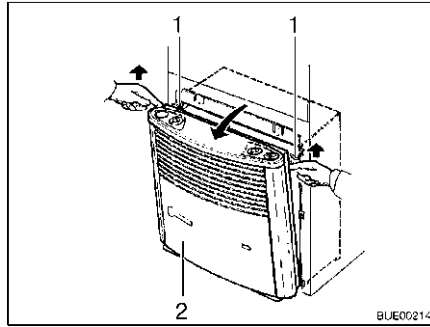

Fig. 124 Retirer habillage du chauffage
- Enlever l'habillage du chauffage (Fig. 124,2). Pour ce faire, tirer le haut de l'habillage vers l'avant, presser les ressorts de retenue (Fig. 124,1) latéralement vers le haut et rabattre l'habillage vers l'avant.